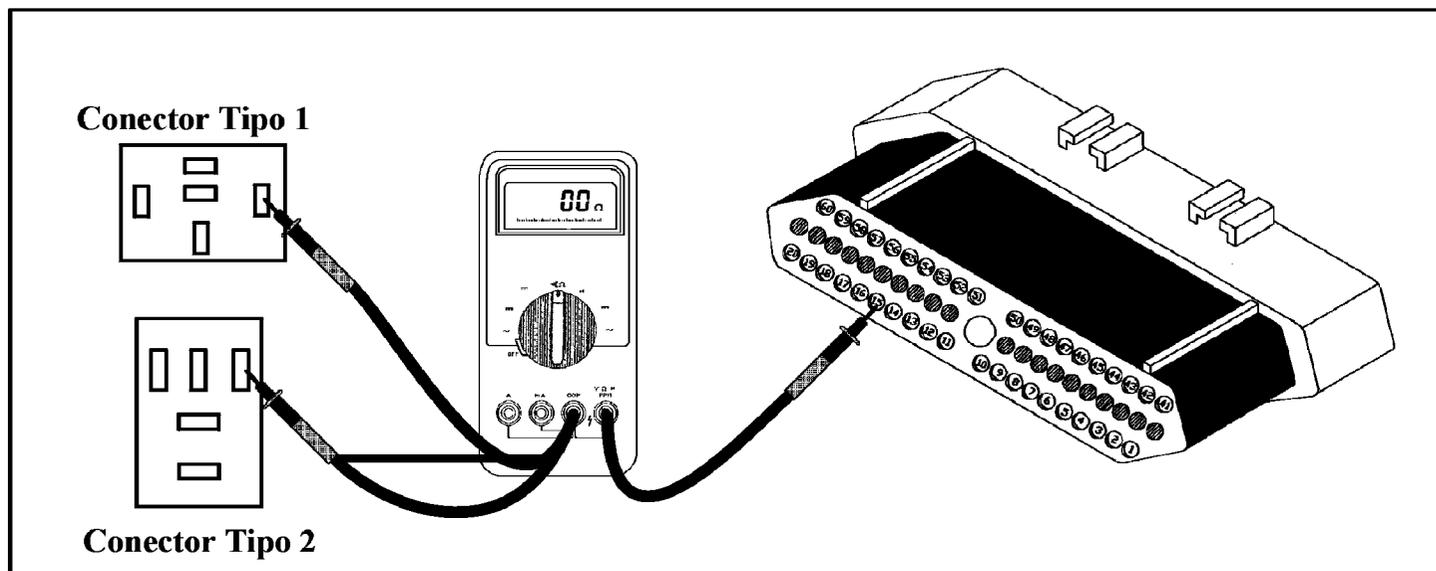

Figura 17
- Vea si hay continuidad entre el conector del relé EATX y el terminal 15 en el conector del TCM como se ve en la figura 17. Si se observa un abierto, repare el alambre. Si se registra continuidad, vaya al proximo paso.